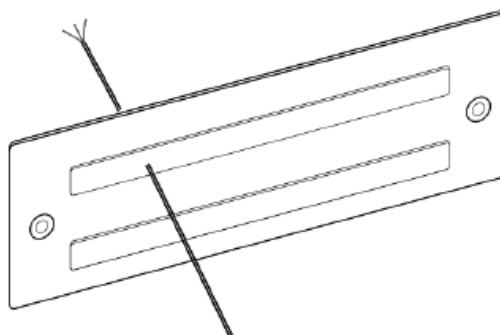

Figura 16 Diagrama esquemático de una alimentación del cable de salida de audio a través de la cubierta protectora del terminal
- Pele un extremo de la cubierta del cable de salida de audio preparado por 10mm, y pase el cable a través de la cubierta protectora del amplificador de potencia, como se muestra en la figura 16.
- Pase el otro extremo del cable de salida de audio a través de la cubierta protectora del ZS-2000M de la terminal. Consulte la Figura 16.